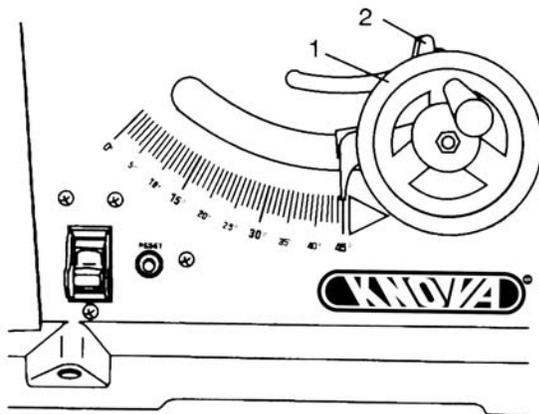

Fig. 18
1. Afloje la perilla aseguradora de inclinación de la sierra (2) (Fig. 18).
2. Mueva la manivela (1) al ángulo deseado.
3. Apriete la perilla aseguradora (2).
1. Afloje la perilla aseguradora de inclinación de la sierra (2) Fig. 18.
2. Empuje la manivela (1) hacia dentro para iniciar el proceso de ajuste fino.
**IMPORTANTE:** La perilla aseguradora de inclinación de la sierra (1) debe estar apretada durante todas las operaciones de corte.